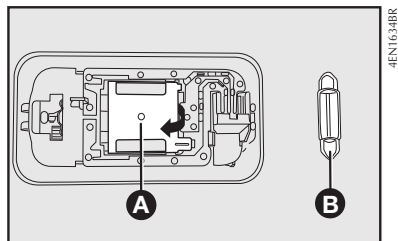

fig. 44
2) abrir a tampa **A-fig. 44**, com auxílio da chave de fenda, para ter acesso à lâmpada;
3) substituir a lâmpada cilíndrica **B-fig. 44**.